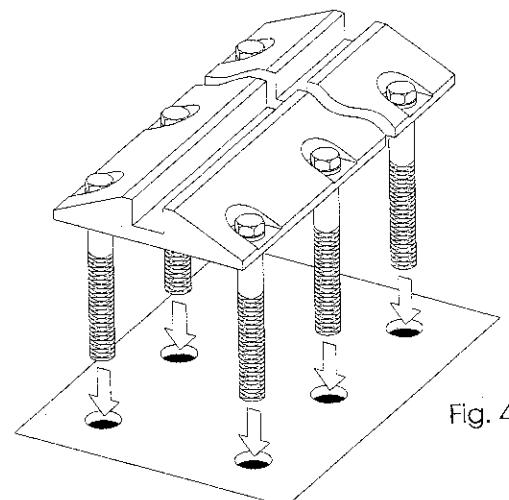

Fig. 4
- 5) Collocare il corpo pedana al suolo annegando le bussole d'acciaio nella resina dei fori come da Fig. 4.
- 5) Position the strip on the ground and sink the steel loose pieces in the resin in the holes as shown in Fig. 4.
- 5) Poser l'enveloppe du seuil au sol en noyant les chevilles filetées dans la résine des trous comme indiqué en Fig. 4.